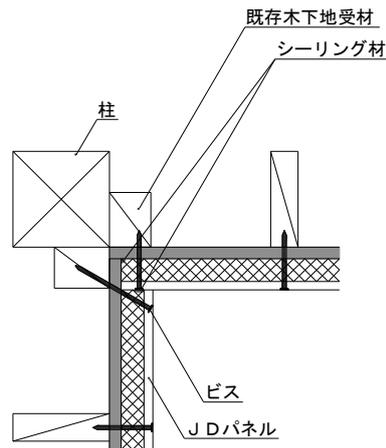

図7 壁一壁の入隅部納まり図(例)
① 入隅納まり図(例) [壁一壁]
- ・図7のように、一般部より30mm以上長いビスを使い既存木下地受材に斜め打ち固定してください。